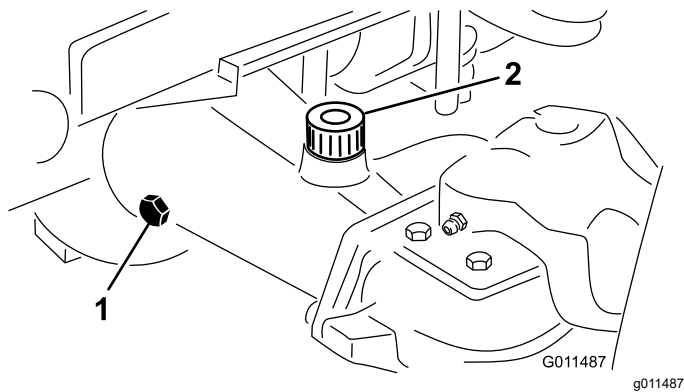

図 107
2. アクスルの一方の端部から点検用プラグを抜き、穴の高さまで潤滑油があることを確認する 図 107。